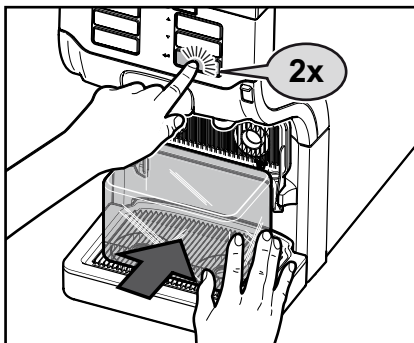

图 32
2. 请将接水容器放在两个产品输出口下并按动确认（回车）键 ◀（图 32）。
（图 32）